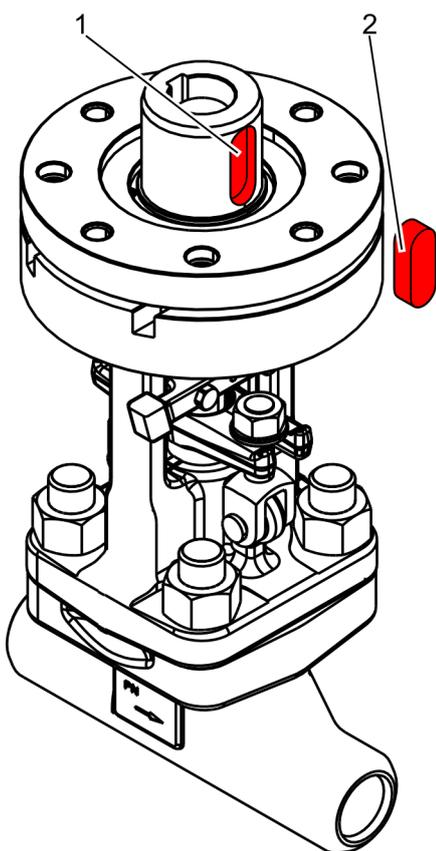

Fig. 37: Retrait du ressort d'ajustage
4. ➤ Retirer le ressort d'ajustage (Fig. 37/2) de la rainure du ressort d'ajustage (Fig. 37/1) de la douille taraudée.